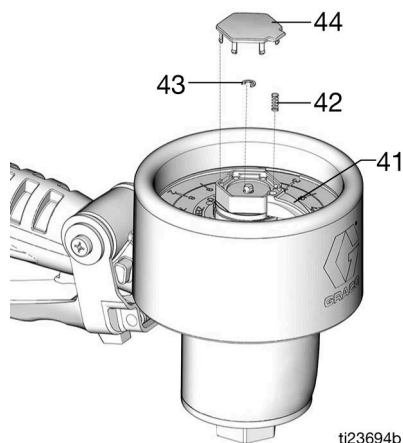

FIG. 25
6. Placer le petit anneau de retenue (43), la goupille (41) de l'indicateur et le ressort de l'indicateur (42). Monter ensuite le couvercle (44) (FIG. 25).